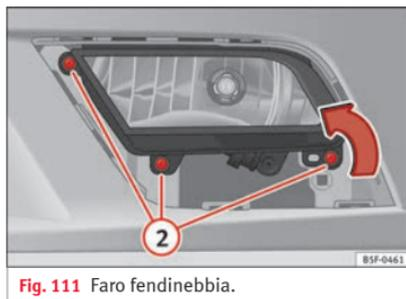

Fig. 111 Faro fendinebbia.
- Rimuovere le viti (3x) » **fig. 111 ②** per estrarre il faro antinebbia.